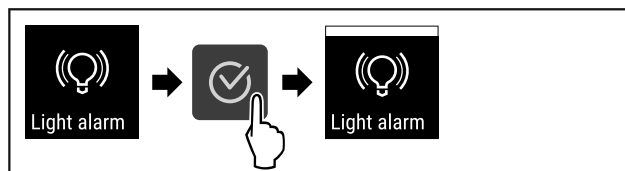

Fig. 119
- ▶ Suivre les étapes (voir Fig. 119).